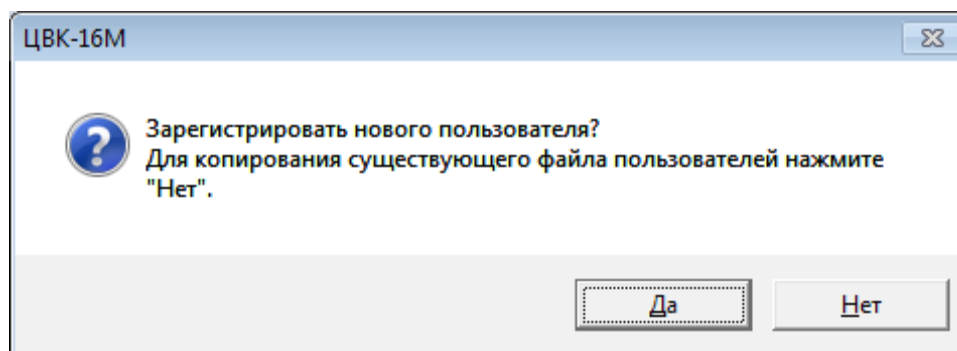

Рисунок 2.7 - Предложение создать нового пользователя или скопировать файл с существующими пользователями
- 6) Если установка производилась в каталог с ранее установленной СПО, то все последующие шаги пропускаются. После окончания установки будет предложено создать нового пользователя или скопировать файл с существующими пользователями (рис.2.7);